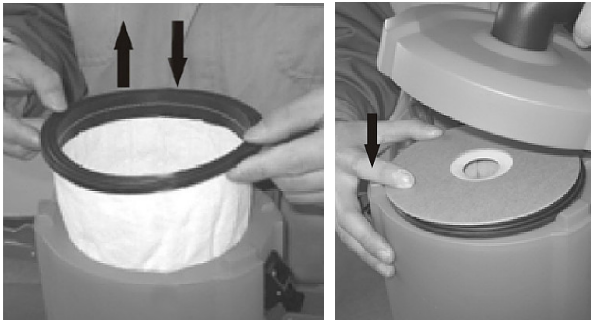

Abb. 16: Austausch Schmutzfilter
Schritt 2: Entfernen Sie den Staubbeutel um den Schmutzfilter entfernen zu können. Schütteln Sie den Filter einmal kräftig um ihn zu reinigen (Abb.16).